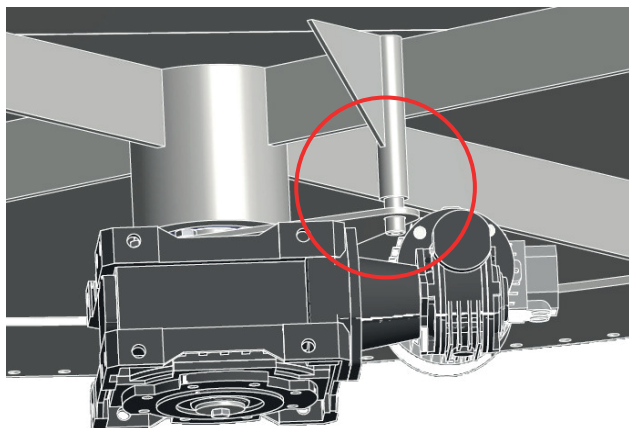

Bild 04
Montera momentflänsen (pos. 20) på motorn (pos. 21) med de tillhörande bultarna (pos. 19). Motorflänsen ska riktas så att spärrhaken från skrapbotten griper in på ett sådant sätt att motorn inte roterar med vid drift – jämför bild 04 (se nästa sida).
Montera momentflänsen (pos. 16) på motorn (pos. 18) med de tillhörande bultarna (pos. 17). Motorflänsen ska riktas så att spärrhaken från skrapbotten griper in så motorn inte roterar med vid drift – jämför bild 04. Säkra slutligen hela konstruktionen runt motor och axel med en skiva (pos. 19) och en bult (pos. 20) som efterspänns upp mot axeln.